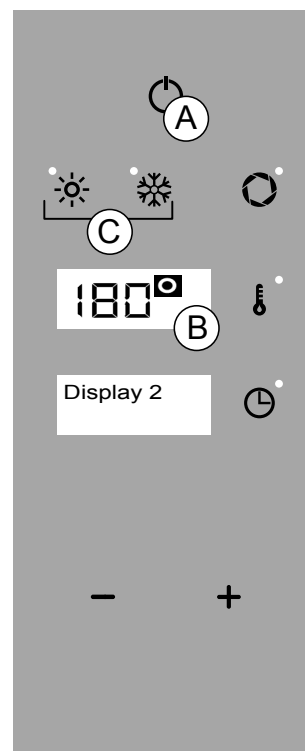

Fig.3
QUEMADOR GAS Encendido / °C intermitente - QUEMADOR GAS Apagado / °C fijo (Fig 3/B)
Pulse la tecla "ON/OFF" para activar el menú principal (Fig 3/A).
Pulse la función deseada (Fig 3/C).
1. En la modalidad menú principal pulse la tecla "ON/OFF" (Fig 3/A).